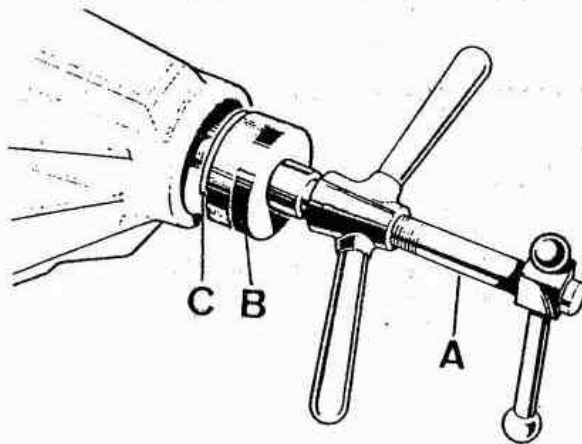

Fig. E-78 Montaje de la pista del cojinete del extremo de la brida
3.2.2. Instalar en el útil (191650), A, (Fig. E-78) los introductores de pistas (191655), B, y efectuar el montaje de la pista, C, del cojinete del extremo de la brida.